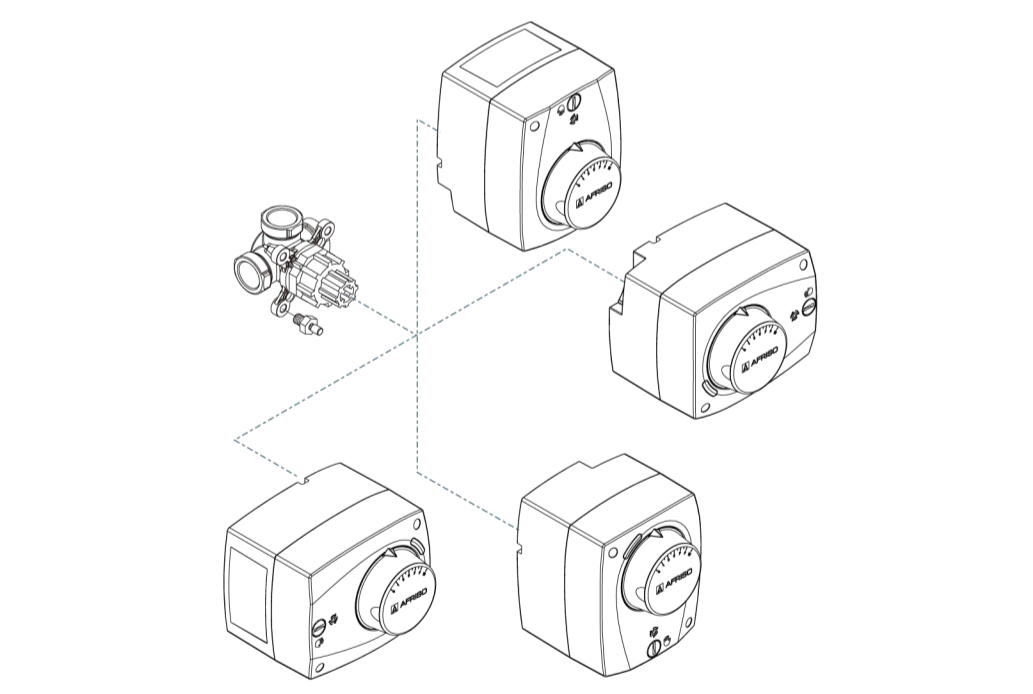

рис. 5
2. Осторожно снимите кольцо переключения (рис. 5). Во время работы привода движение толстой части кольца приводит в движение рычаг и открывает дополнительные контакты 4-5 концевого выключателя. Дополнительный концевой выключатель срабатывает, когда тонкая часть переключающего кольца становится напротив переключателя. В то же время загорается индикатор.